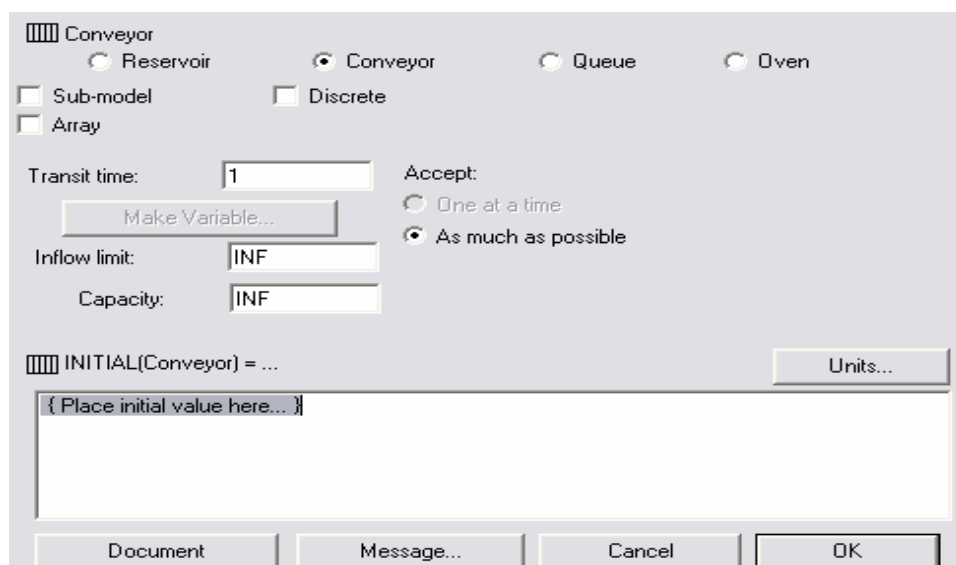

Рис.2.27
1. Входной поток выходит из резервуара и/или облака неограниченности. Внешний вид диалогового окна показан на Рис.2.27.